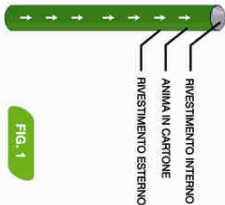

FIG. 1
6. Tubix-T deve essere tenuto in posizione verticale con le relative frecce rivolte verso l'alto (VEDI FIG. 1) a mezzo di idonee spine e/o tiranti, senza rovinare o forare il tubo: per altezze superiori a 4 m è sufficiente un fissaggio a 2/3 di altezza del tubo stesso;